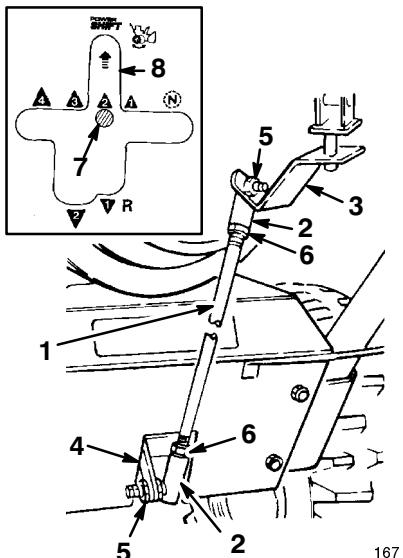

Figure 5
1. Insérez le goujon du joint à rotule supérieur de la tringle de changement de vitesse par l'avant dans le support de changement de vitesse et attachez-le au moyen d'un écrou (Fig. 5).
2. Insérez le goujon du joint à rotule inférieur par la droite dans le levier de transmission et attachez-le au moyen d'un écrou (Fig. 5).
Si le levier de changement de vitesse n'est pas en face de la fente du Power Shift dans le panneau de commande (Fig. 5, encadré), ajustez la longueur de la tringle de changement de vitesse comme suit :
1. Déconnectez le joint à rotule du levier de transmission, et desserrez le contre-écrou (Fig. 5).
2. Vissez ou dévissez le joint à rotule jusqu'à ce que le levier de changement de vitesse soit juste en face de la fente du Power Shift (Fig. 5).
3. Remontez le joint à rotule dans le levier de transmission et resserrez le contre-écrou (Fig. 5).